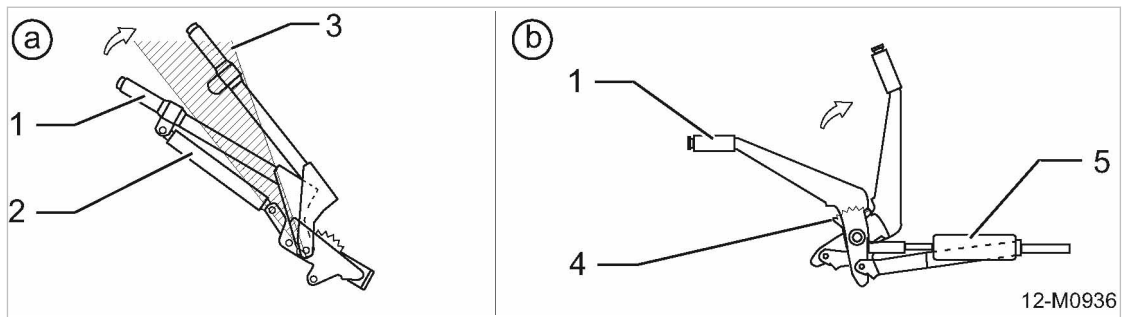

Fig. 92 Handrem bedienen
rb/rk/rm/rs	zie grafiek (a) in afbeelding 92
rb/rl/rm/rs	zie grafiek (b) in afbeelding 92
rc/ro/rs	zie grafiek (b) in afbeelding 92
4. Hendel van de handrem krachtig over het merkbare "dode punt" omhoog trekken (zie afbeelding 92).